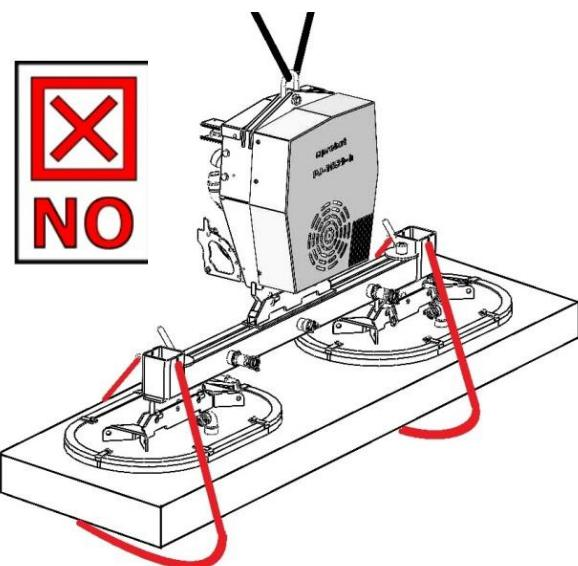

Abb. 2
Ein ungleiches Positionieren der Saugplatten ist nicht erlaubt (siehe Abbildung 2)!
- Lastsicherungsketten dürfen **NIEMALS** locker unter der Last hängen, da sonst **Last bei Vakuumausfall/Verlust** (z.B. bedingt durch Energieausfall) herunterfallen kann (Abb. 2). → **Lebensgefahr!!**